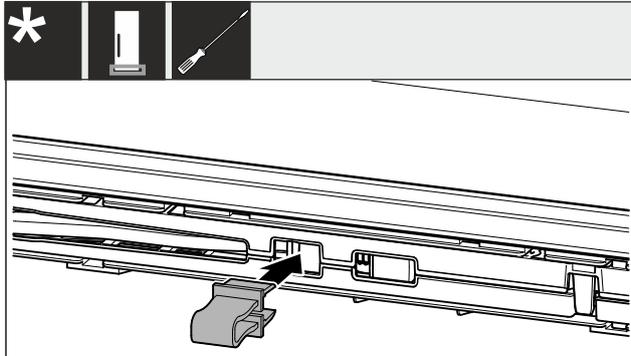

Fig. 5
► Sicherung in Öffnung einrasten *Fig. 5 ()*.